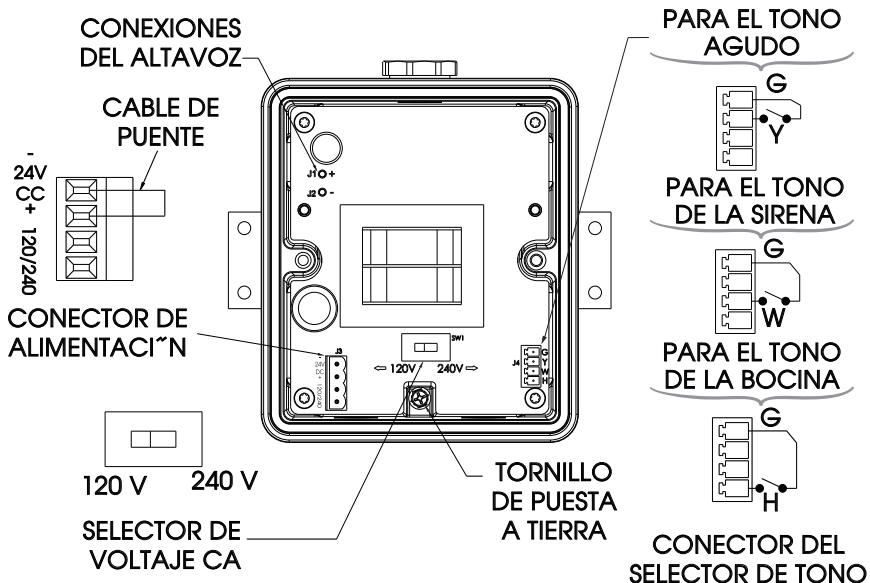

Figura 2 Conexiones eléctricas
1. Cableado de 120/240VCA (Vea la Figura 2)
2. Cableado de 24VDC (Vea la Figura 2)
3. Cableado de activación de tono (Vea la Figura 2)
- i. Conecte los cables del interruptor al enchufe del conector J4 de 3,81 mm según la Figura 2.
- i. Conecte el cable de puente al enchufe del conector J4 de 3,81 mm según la Figura 2.